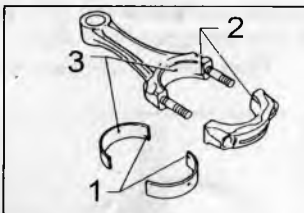

Рис. 35
Проверните коленчатый вал двигателя до установки шатунной шейки в НМТ. Установите вкладыши шатунного подшипника таким образом, чтобы выступы (1) на вкладышах входили в соответствующие выемки в нижней головке шатуна и в крышке шатуна (2), а отверстие масляного канала верхнего вкладыша совпадало с отверстием выхода масляного канала нижней головки шатуна (3) (Рис. 35).